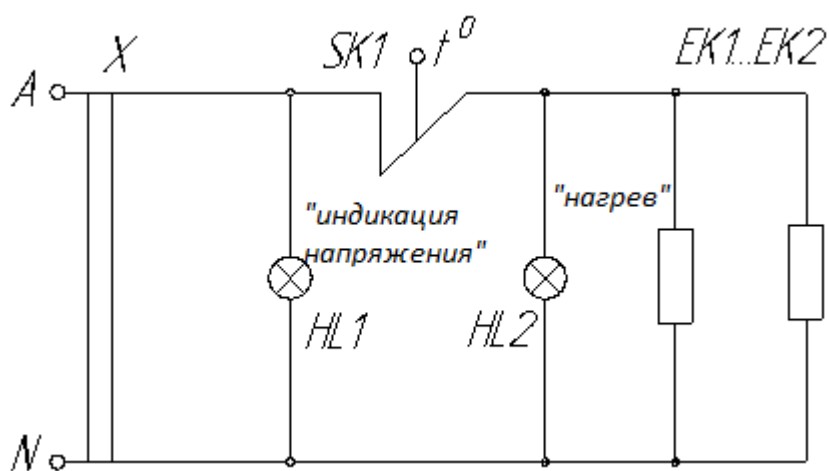

Рис.2 Схема электрическая принципиальная.
4.2 В нижней части электрокаменки установлена аппаратура управления: клеммная колодка поз.4, служащая для подвода питания, капиллярный регулятор температуры поз.5 и две светосигнальные арматуры поз.6. (индикации напряжения и нагрева). Схема электрическая принципиальная – см. рис.2.